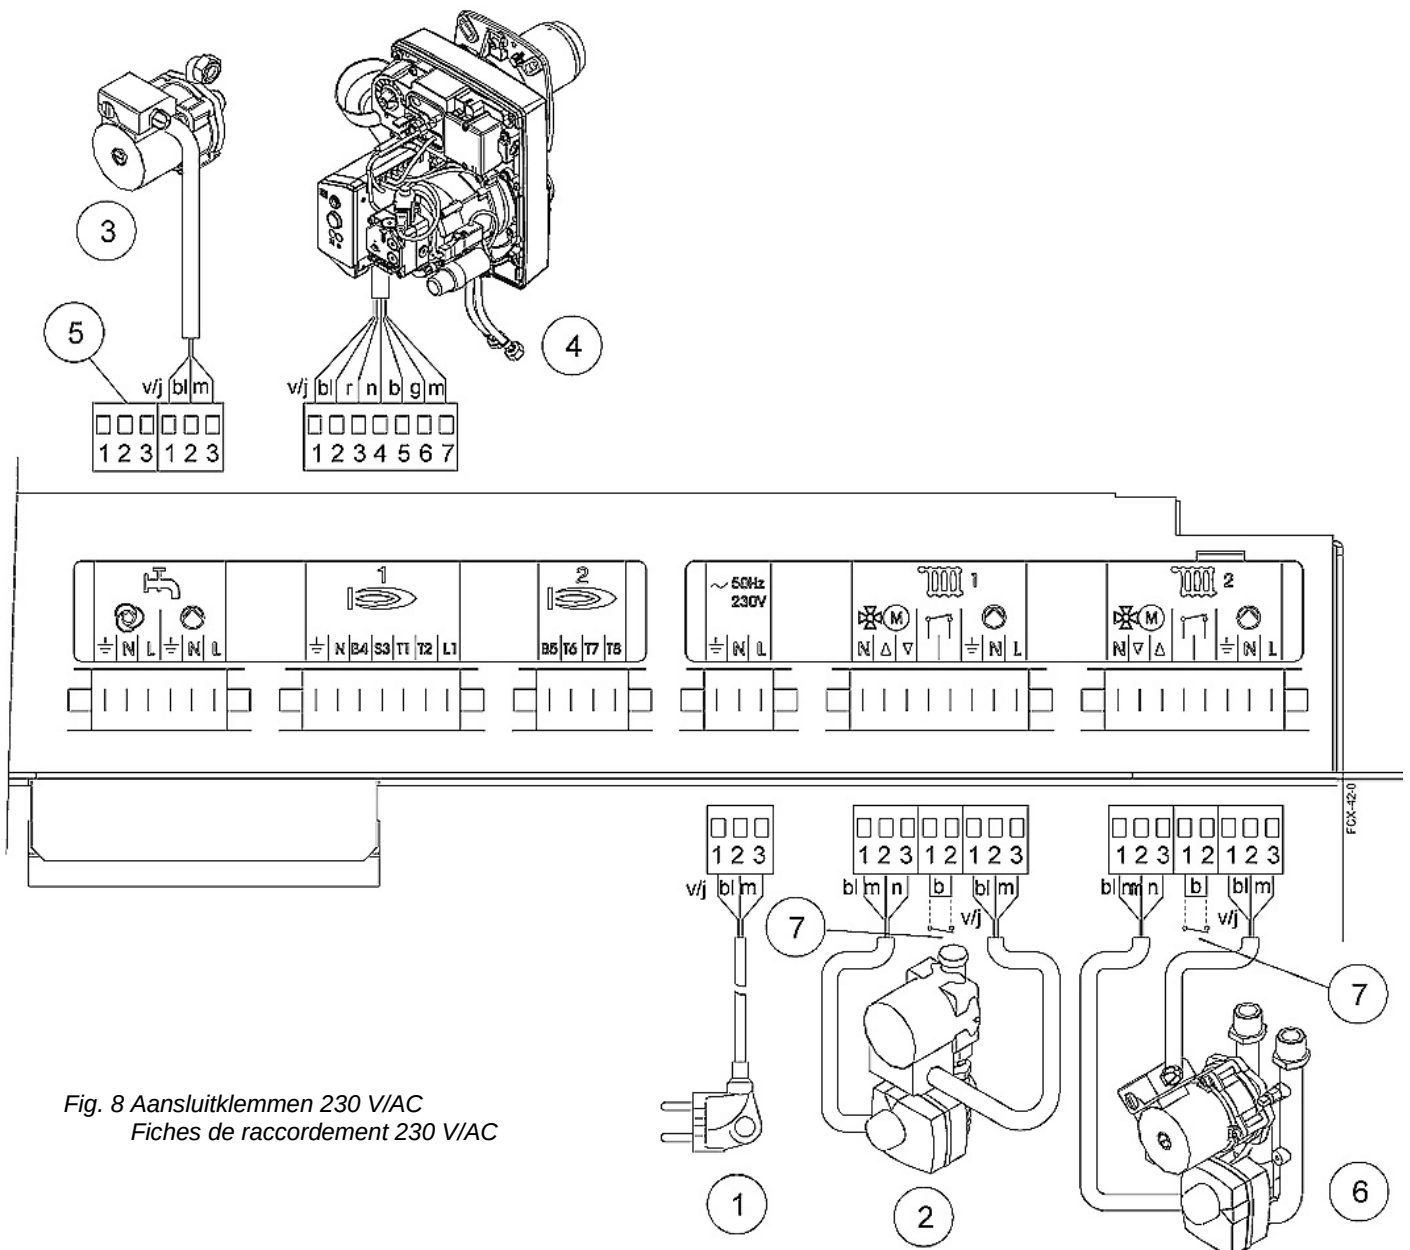

Fig. 8 Aansluitklemmen 230 V/AC
7.3.1 Klemmenblok 230 V/AC aansluitingen (fig. 8)
Op de klemmenblok is voor elk circuit een aansluiting voorzien (fig. 8, nr. 7) voorzien voor de elektrische aansluiting van de temperatuurbegrenzer.
Een 3 punts klem (fig. 8, nr. 5) is voorzien van de elektrische aansluiting van een omlooppomp of een stratificatiepomp WW bij de boiler Module Aqua+ FCX.
7.3.1 Bornier raccordements 230 V/AC (fig. 8)
Pour chaque circuit un raccordement (fig. 8, n°. 7) est prévu au bornier pour le raccordement électrique du limiteur de température.
Un connecteur 3 points à vis (fig. 8, n°. 5) est prévu pour le raccordement électrique d'une pompe de recyclage sanitaire ou d'une pompe de stratification ECS pour le ballon Module Aqua+ FCX.